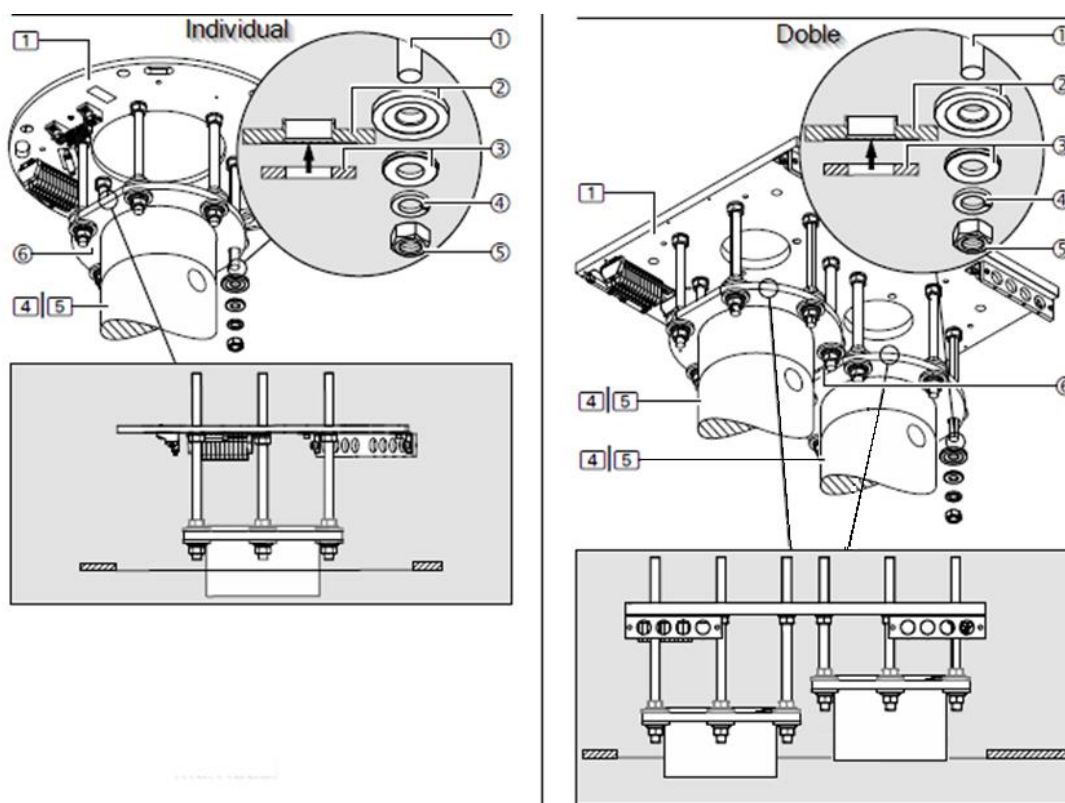

Fig. 14 Montage de la bride du tube de toit sur les boulons filetés
Cette section explique l'assemblage de la partie structurale de l'équipement sur les boulons filetés de la plaque d'interface. La figure 14 montre les éléments livrés préassemblés pour un système S-COLUMN (image de droite) et un système S-COLUMN MOTOR (image de gauche) avec bras double. L'assemblage est identique pour toutes les autres variantes.
La figure 14 montre une représentation simplifiée de la bride du tube de toit ⑥ pour le montage sur les boulons filetés. Les autres composants tels que le bras d'extension, les câbles, etc. ne sont pas représentés.